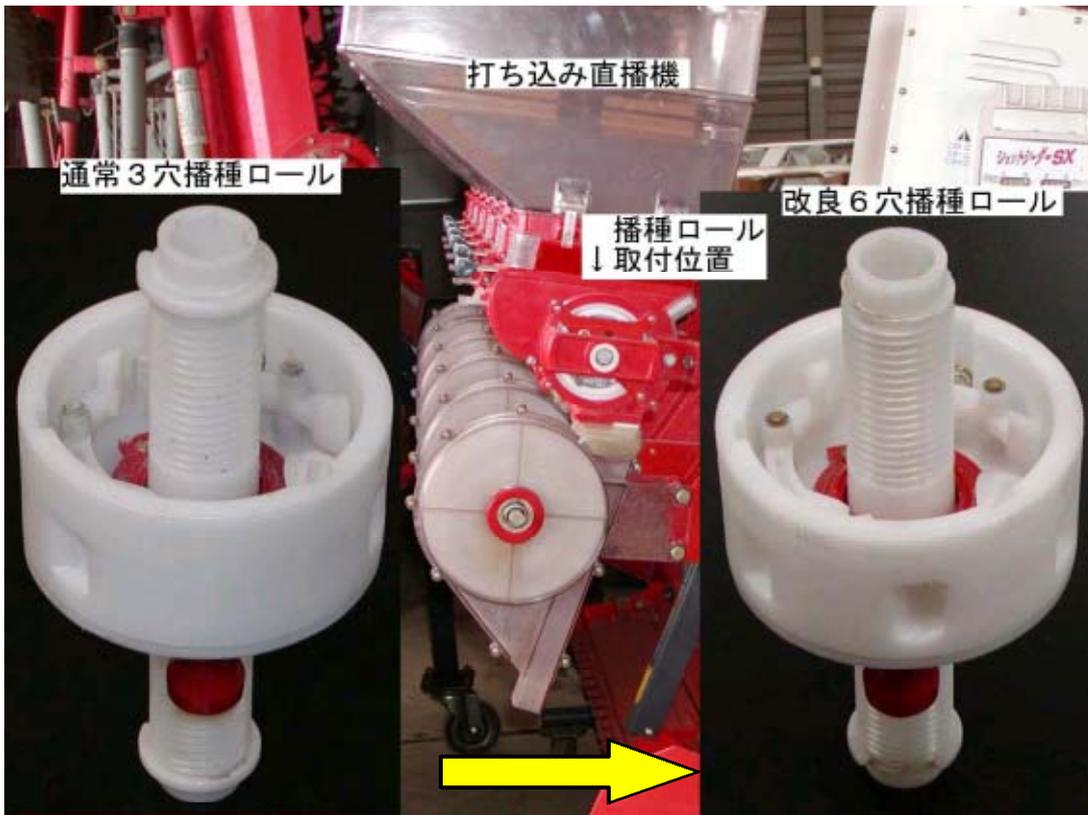

図1 播種ロール改良状況及び直播機取り付け位置
- (1) 市販されている代かき同時打ち込み式点播機の播種ロール（以下通常3穴播種ロール）に、従来からある3ヶ所の播種穴に加え、新たに3ヶ所の穴を開けることで、播種量を十分に確保するとともに、作業性も向上できるように改良できる。具体的な播種ロール改良方法は以下の通り。（図1）